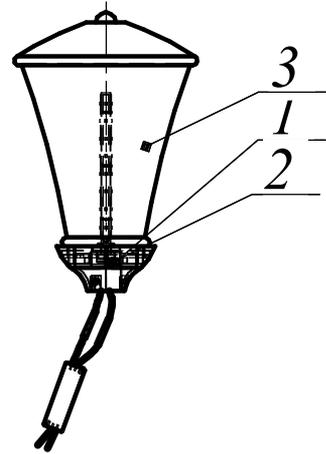

Рисунок 2
3. Рассеиватель Montreal Opal тонированный поз.3 см. рисунок 2.